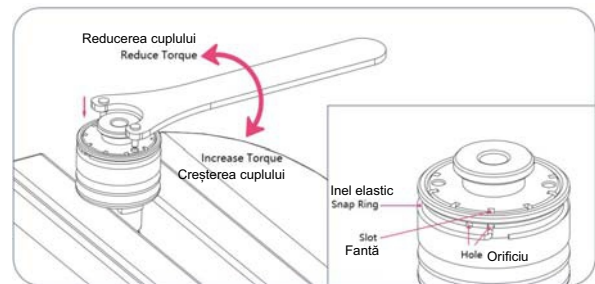

Fig. 17: Reglarea cuplului de torsiune mandrinei cu bușă elastică
- Reglați cuplul cu ajutorul cheii (vezi fig. 17).